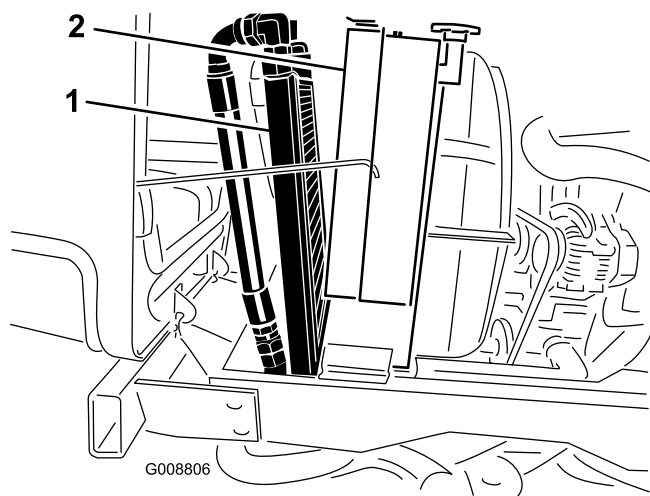

Figura 68
3. Gire el enfriador hacia atrás. Limpie a fondo ambos lados del enfriador de aceite y la zona del radiador (Figura 68) con aire comprimido. Empezando en la parte delantera, sople los residuos hacia la parte trasera. Luego, limpie desde atrás, soplando los residuos hacia adelante. Repita este procedimiento varias veces hasta eliminar todos los residuos.